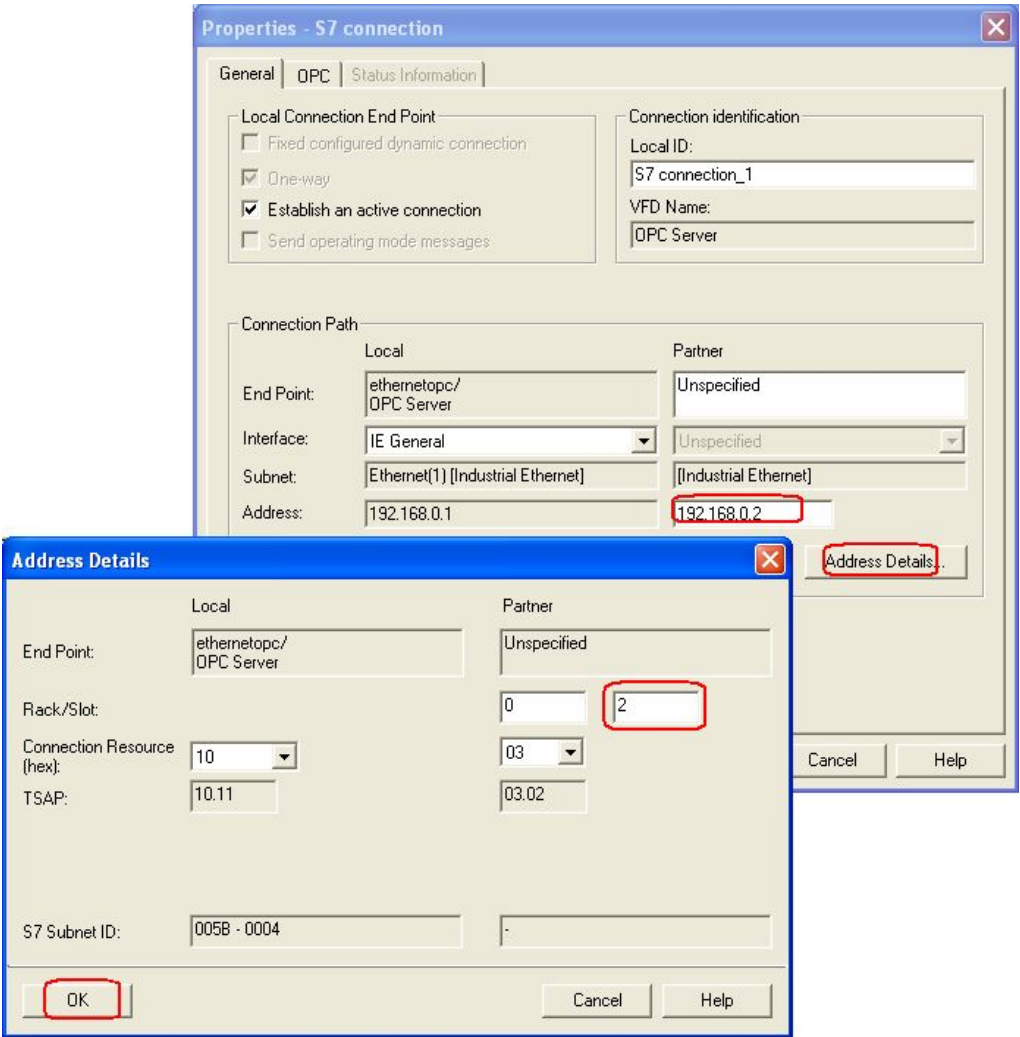

图 19：S7 连接属性与连接地址
- 8) 在 S7 连接属性对话框中，将所要连接 PLC 以太网通讯处理器(CP343-1 or CP443-1)IP 地址填入到图 19 标注的 Partner、Address 对应空白框中。然后选择 “Address Details”按钮，对地址进行进一步设置。所要设置的参数是机架和插槽号（Rock/Slot）。如果连接对象是 S7 300 PLC，则机架和插槽号分别为 0，2。如是 S7 400 CPU，要根据实际机架和插槽号来设置。设置完成后点击 OK 确认。